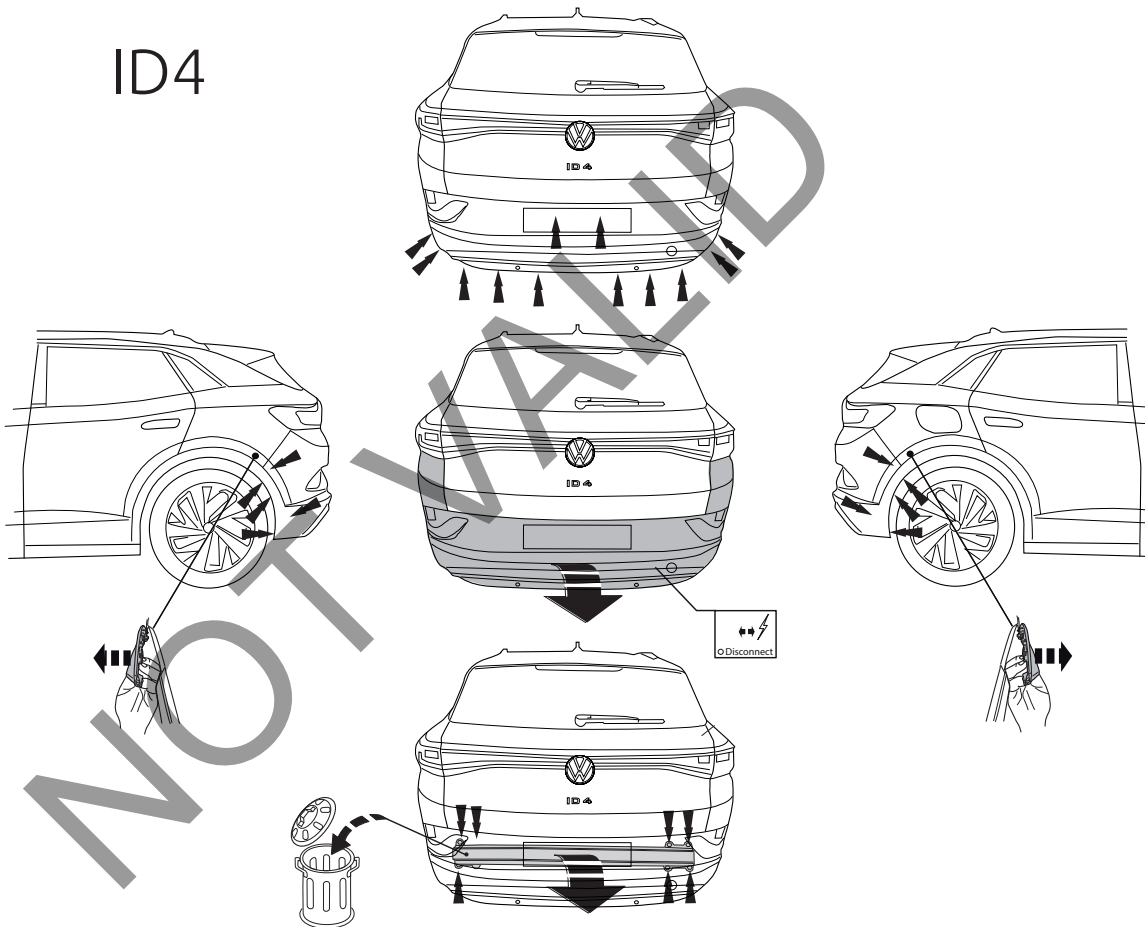

Fig. 1
1. Снять бампер вместе со буферным брусом автомобиля. Буферный брус больше не понадобится. Поставить болты на место. См. рисунок 1, 1a & 1b.